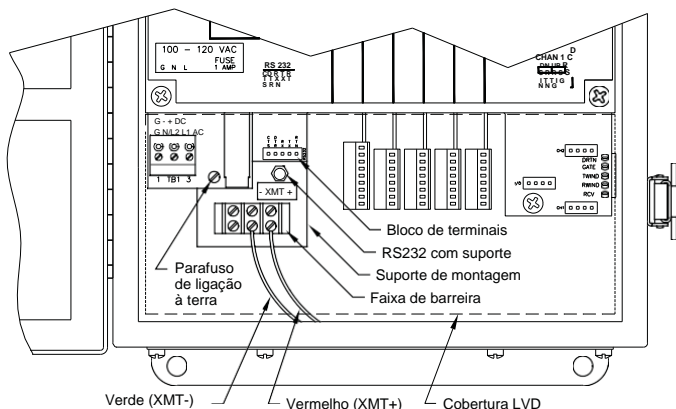

Figura 9: Montagem do conversor de interface
No interior do modelo GF868, logo abaixo do bloco de terminais RS232, é montado um suporte especial que contém o conversor de interface de série e uma tira de barreira de três terminais (ver figura 9). O bloco de terminais RS232 padrão é ligado à entrada do conversor de interface série e a saída RS-485 do conversor de interface série é ligada à régua de barreira.
A cablagem padrão de fábrica da interface de série RS485 está configurada para cablagem ponto-a-ponto. Ou seja, um único modelo GF868 pode ser ligado diretamente a um único computador pessoal. Para ligar a interface de série RS485, consulte a figura 9 e efectue os passos seguintes:
3. Retire o suporte de montagem do conversor de interface série, removendo o suporte localizado imediatamente abaixo do bloco de terminais RS232 e o parafuso de ligação à terra imediatamente à sua esquerda (ver figura 9).